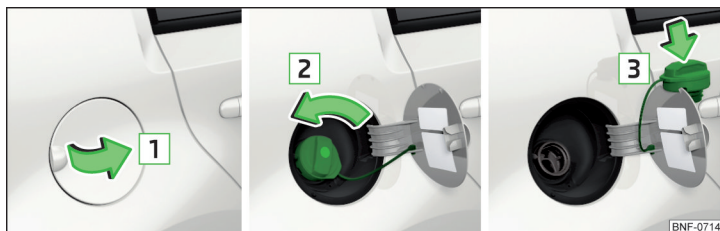

Fig. 135 Apertura dello sportello del serbatoio / Rotazione del tappo / Inserimento del tappo sullo sportello del serbatoio
- Aprire lo sportello del serbatoio nella direzione indicata dalla freccia 1 » fig. 135.